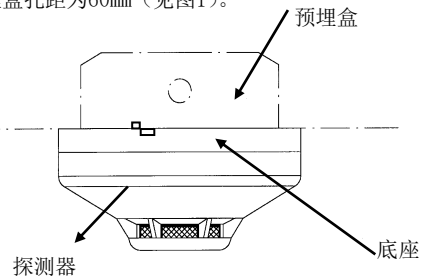

图1、预埋盒/底座及探测器配合图
探测器必须按照所选定的底座进行安装及接线，预埋盒孔距为60mm（见图1）。
- 2、将探测器放在安装底座上，并顺时针旋转，直至它锁定到位。（一定要安装到位，即探测器与底座边缘缺口相对，位置如图1所示）